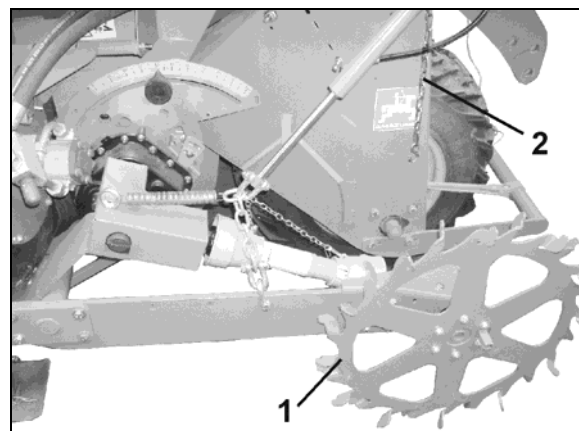

Fig. 65
4. Mettre la roue d'appui (Fig. 65/1) en position de transport et la bloquer avec la chaîne (Fig. 65/1).